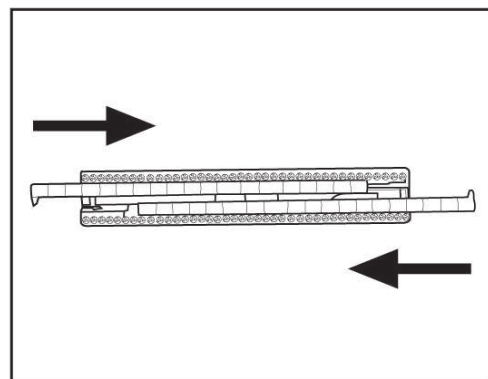

Fig. 10
Montera mattmunstycket (26) genom att föra in borstarna i spåren med tungorna inåt (**Fig. 10**).